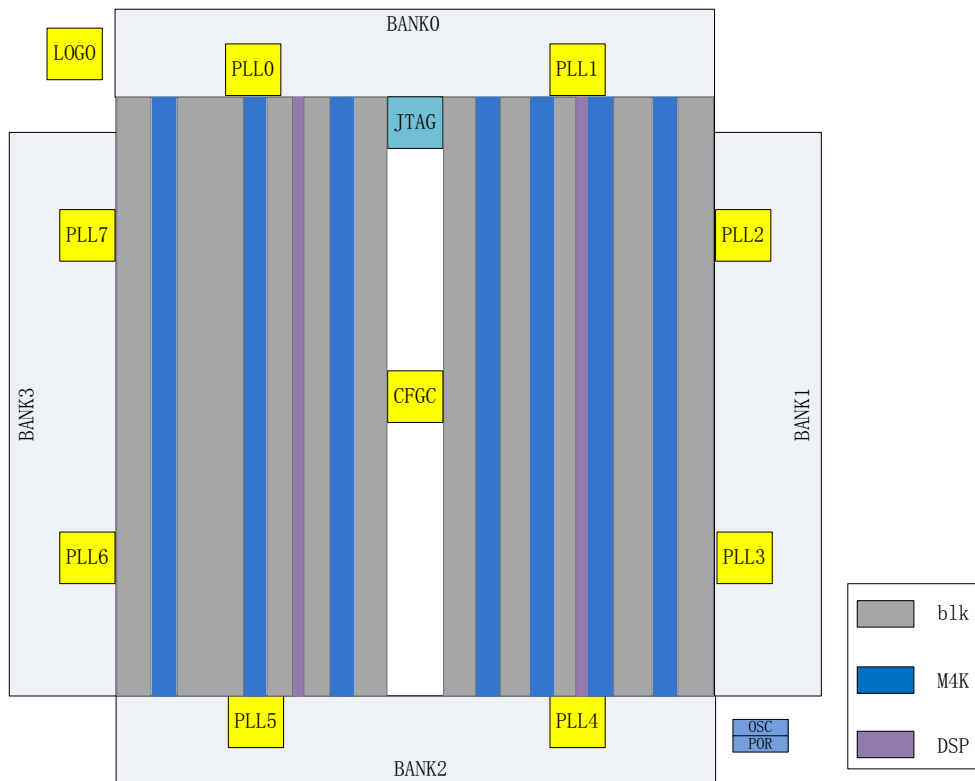

图 1 EQ6HL45 整体结构示意图
EQ6HL45 的可编程结构主要由以下几个功能模块部分构成：逻辑阵列模块 (LC)、内部互联资源、可编程 IO 单元（以下简称 IOE）、PLL、DSP 和嵌入式存储器等，如图 1 所示。